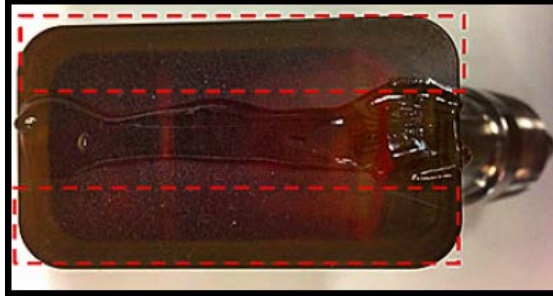

图 20: 涂敷耦合剂的换能器表面
5. 在两个换能器的正面涂上随附的耦合剂（请参见下面的 图 20）。耦合剂取代换能器和管子之间的空隙，确保均匀的声信号路径。对于外径 14” 及以内的管子，不在所示的红色区域涂布耦合剂，外径 >14” 的管子，在整个表面涂布耦合剂。